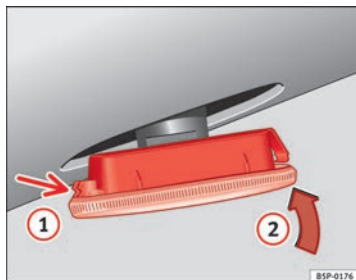

Fig. 164 Intermitentes laterales
- Coloque el intermitente en primer lugar en el orificio de la carrocería, encajando las pestañas **(1)** ⇒ fig. 164, y a continuación encaje la lámpara como indica la flecha **(2)** ⇒ fig. 164. ■